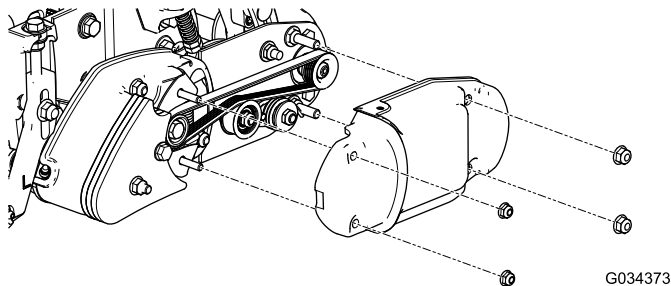

Figura 1
3. Retire las tuercas que sujetan las cubiertas, y retire las cubiertas (Figura 1).